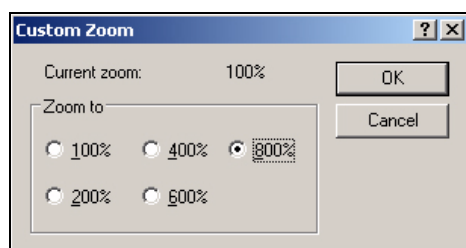

Рисунок 5-40: Масштаб пользователя
- 2 Выберите опцию “View > Zoom > Custom” (просмотр в масштабе пользователя). Появится диалоговое окно “Custom Zoom” (масштаб пользователя) (смотрите Рисунок 5-40 на странице 5-47).